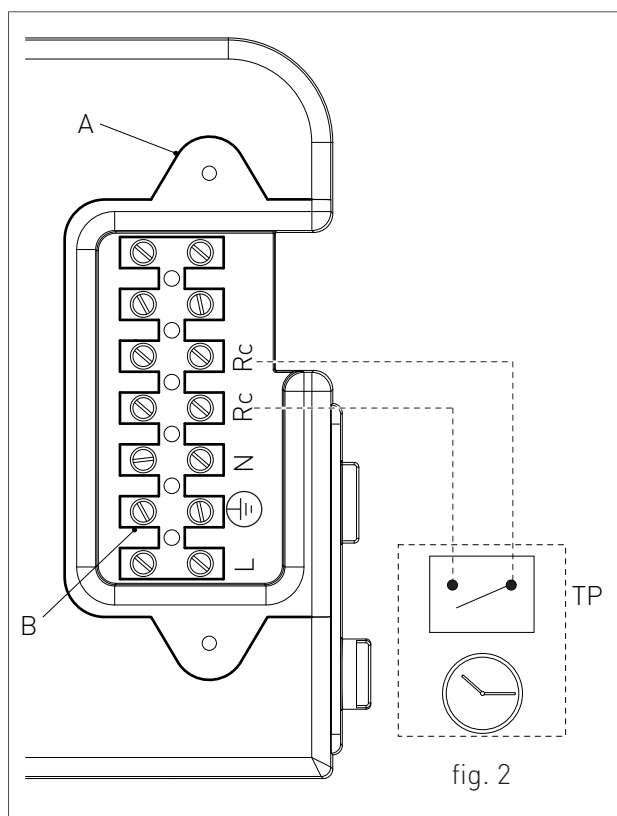

fig. 2
- › rimuovere il mantello frontale dello scaldabagno (vedi capitolo ACCESSO ALLO SCALDABAGNO); svitare le due viti e rimuovere il piastrino "A" (vedi fig. 2).
- › Una volta rimosso il piastrino effettuare i seguenti collegamenti sulla morsettieria "B" (vedi fig. 2).